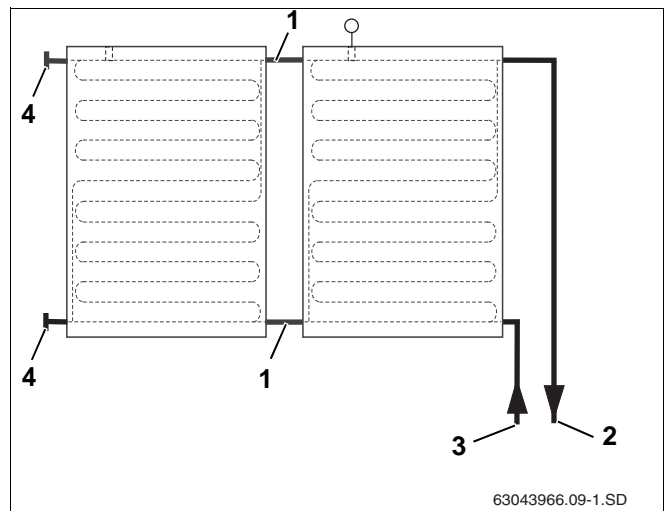
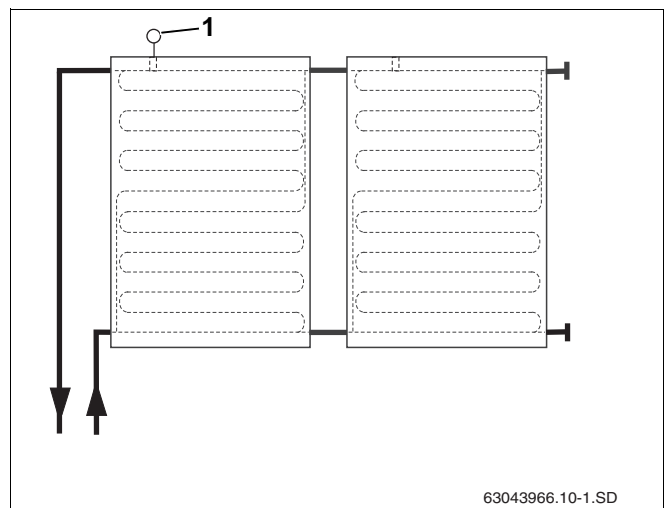

Fig. 36 Hydraul. tilslutning til højre til maks. 5 solfangere
Fig. 37 Hydraul. tilslutning til venstre til maks. 5 solfangere
Solfangerne skal monteres, så følergennemføringerne til montering af solfangerføleren (fig. 37, **pos. 1**) sidder foroven.
De hydrauliske tilslutningsledninger kan tilsluttes til højre (fig. 36) eller venstre (fig. 37). I denne vejledning vises tilslutningsledningerne på højre side.
Den ensidede tilslutning kan foretages indtil en solfangerstørrelse på maks. 5 solfangere (fig. 36 og fig. 37).